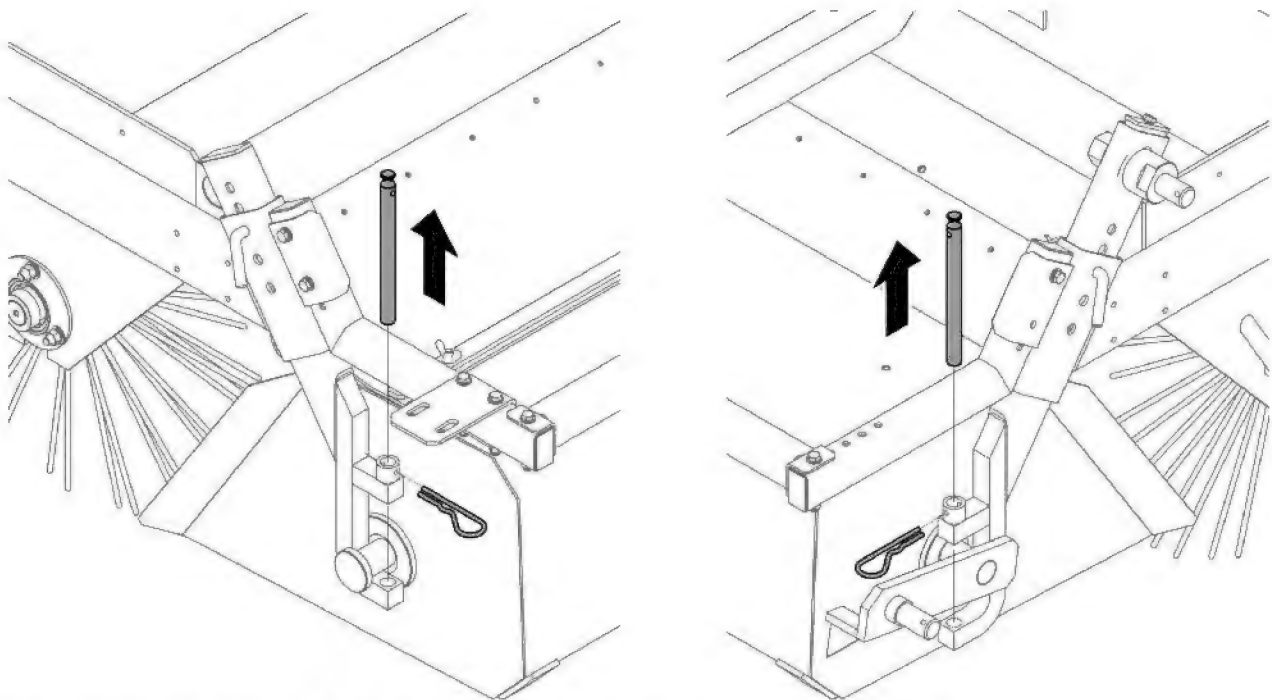

FIGURE 4.7A ENLEVEMENT ES CROCHETS DE FIXATION DU BAC
- Enlever les goupilles fendues et les blocages de fixation du bac du côté gauche et droit du bac et retirer ensuite le bac de ses crochets (FIGURE 4.7A).